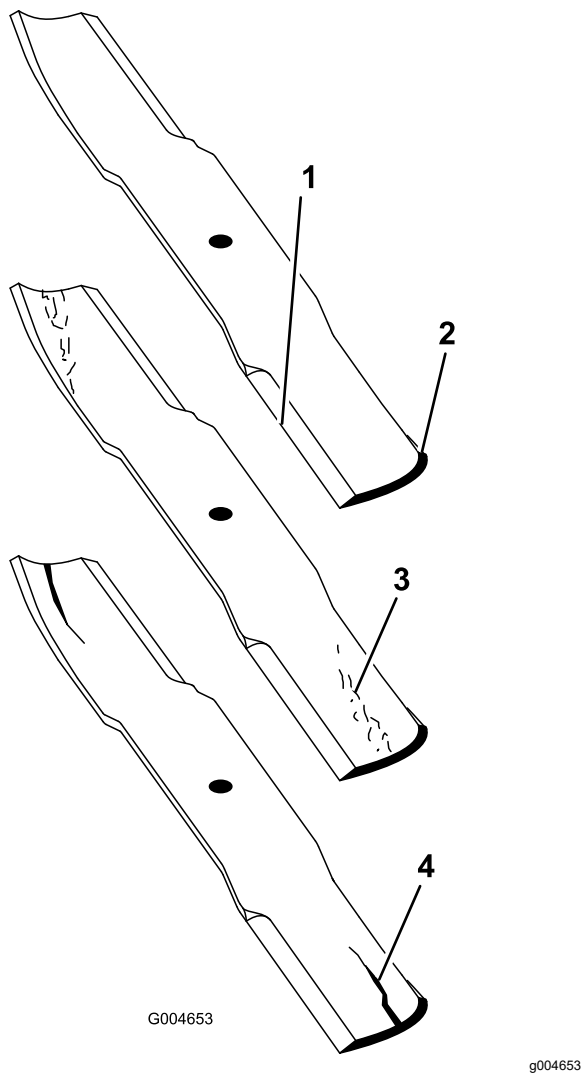

図 26
3. ブレードの切っ先を注意深く観察、特に、直線部と曲線部が交わる部分をよく観察する図 26。
**注** この、直線部と曲線部の交差域は、砂などによる磨耗が進みやすい部分なので、機械を使用する前によく点検することが必要である。磨耗が進んでいる場合図 26 にはブレードを交換する。